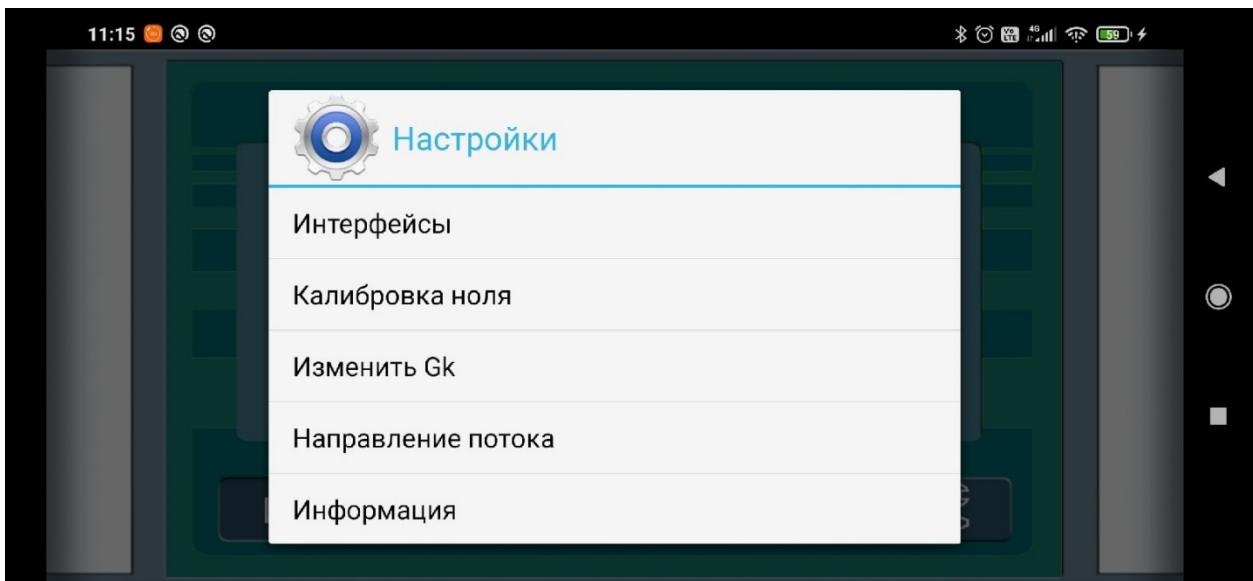

Рисунок 33 – Окно «Настройки»: уровень доступа «Калибровочный»
2.3.2.8.3 Описание уровня доступа «Калибровочный» (рисунок 33).